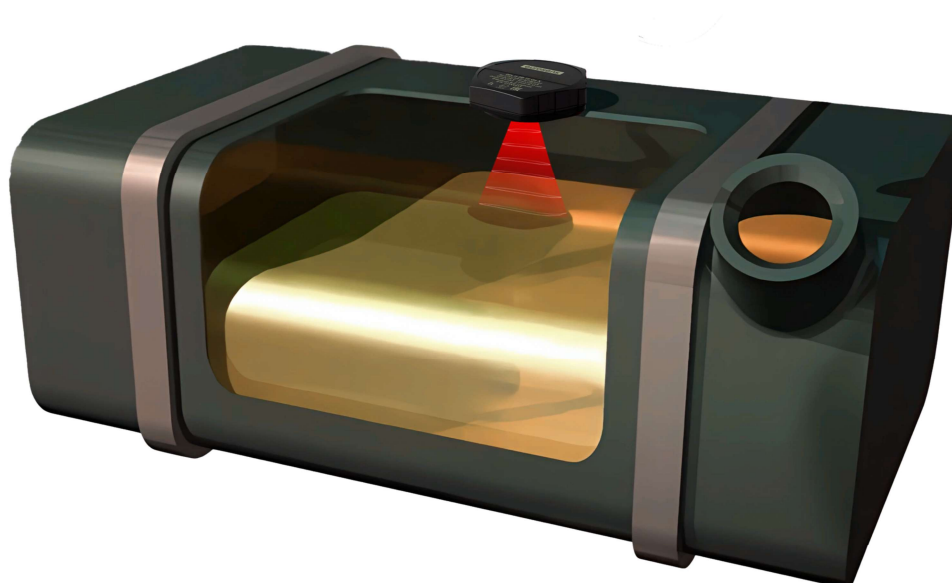
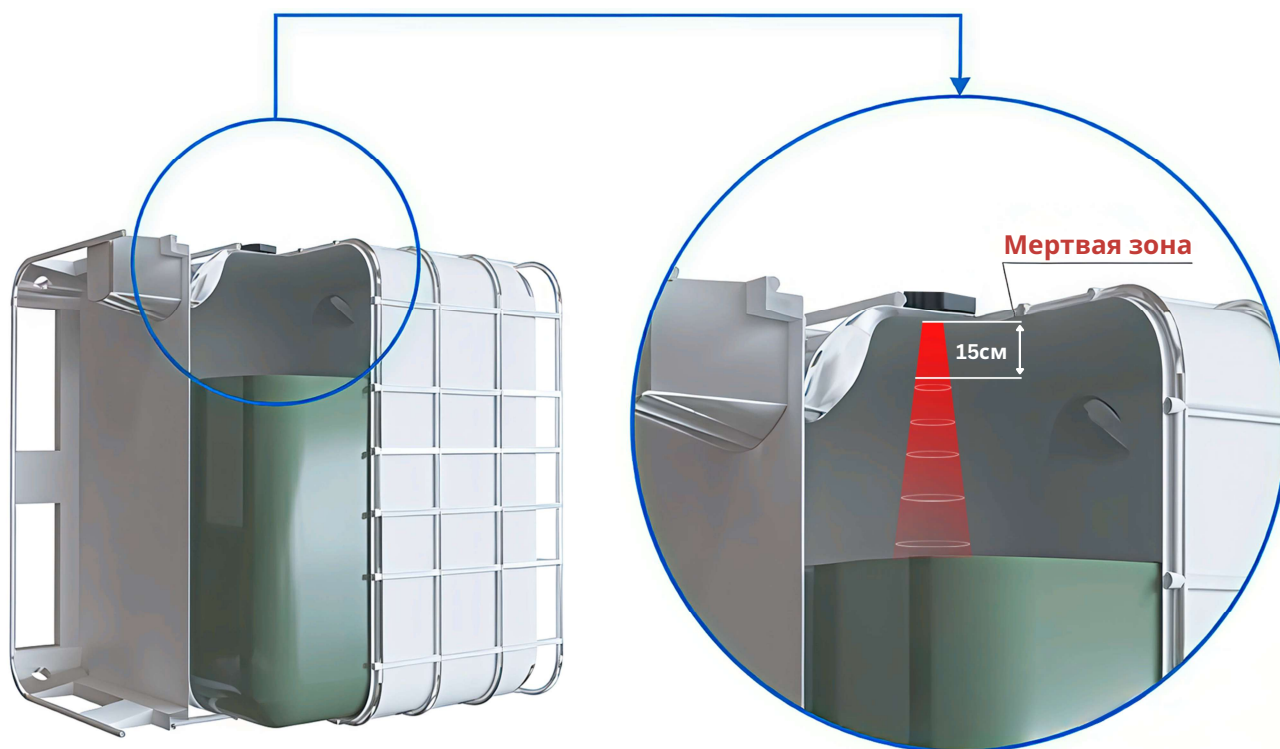

Рис. 1. Установка eurosens MWS 2 с врезкой в резервуар
Рис. 2. Установка eurosens MWS 2 снаружи резервуара без врезки
- Датчик может быть врезан в резервуар (**Рис. 1**) или приклеен к его наружной поверхности для измерения без врезки (**Рис. 2**). Врезная установка необходима для металлических емкостей. Установка без врезки возможна на емкости из диэлектрических материалов (например, на среднетоннажные контейнеры для перевозки жидкостей – «еврокубы»), но результат измерения зависит от измеряемого продукта и толщины стенки емкости.